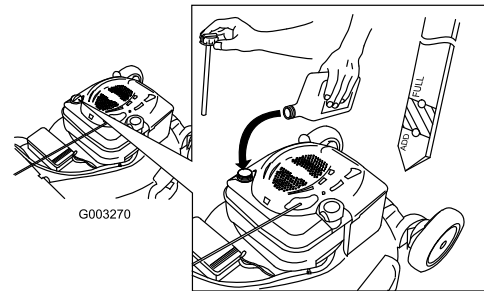

Figure 7
1. Retirez la jauge (Figure 7).
2. Versez de l'huile **lentement** dans le goulot de remplissage pour faire monter le niveau de liquide jusqu'au repère du plein (Full) sur la jauge (Figure 7). **Ne remplissez pas excessivement.** (Remplissage max. : 0,59 l (20 onces), type : huile détergente SAE 30W de classe de service API SF, SG, SH, SJ, SL ou supérieure.